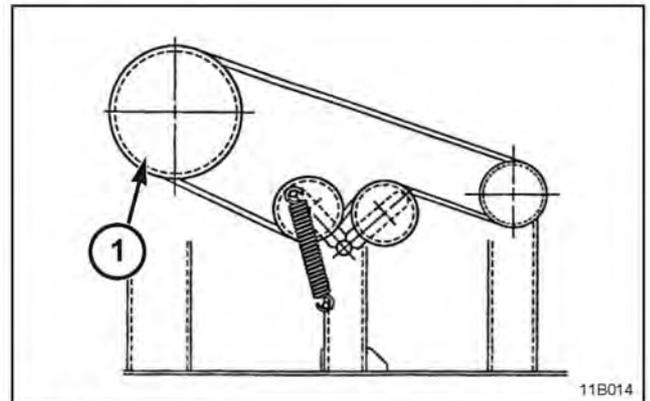

FIG. 120
FIG. 120: cuando la polea de mando mayor (1) se coloca sobre el eje del esparcidor, el mismo girará a 210 rpm. La posición de menor velocidad se recomienda para maíz, para evitar la voladura de restos a distancia.